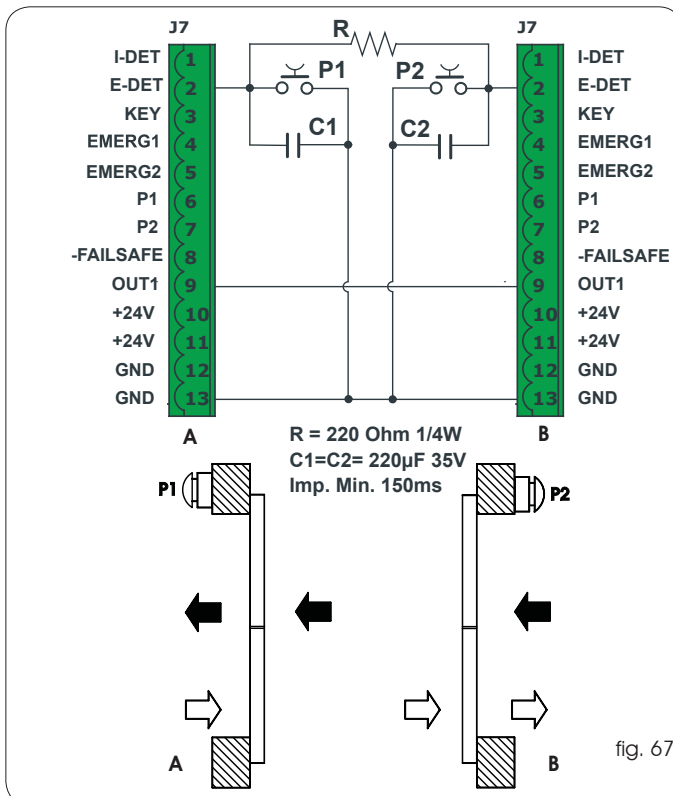

fig. 67
- Réaliser les connexions entre les borniers J6 des deux platines, des poussoirs et des composants électroniques supplémentes d'après la fig. 67.